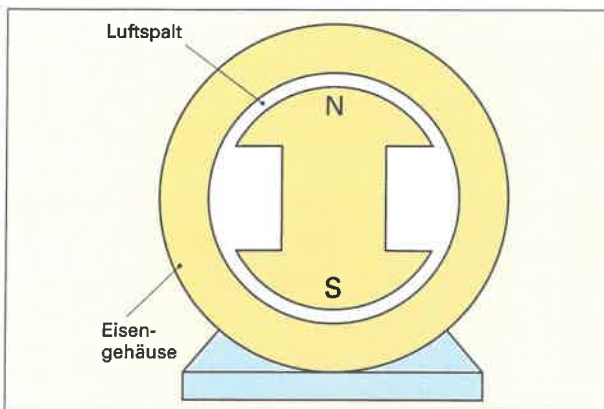

Bild 4: Vereinfachtes Schnittbild einer elektrischen Maschine
14. Zeichnen Sie im Bild 4 den Verlauf der magnetischen Feldlinien ein.